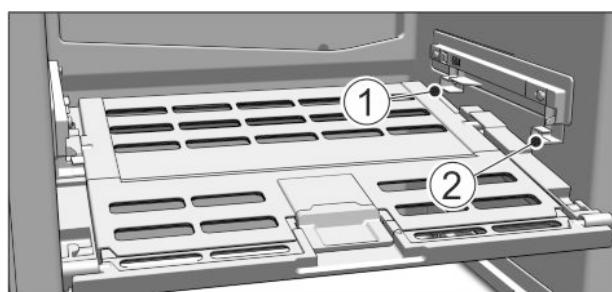

Fig. 43
- Установка крышки отделения с функцией для хранения овощей и фруктов Fruit & Vegetable-Safe: Вставить попечные ребра крышки через низ в задний держатель Fig. 43 (1) и защелкнуть спереди на держателе Fig. 43 (2).